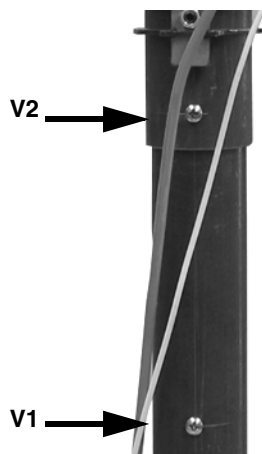

Рис. 15
- 1 Снять винты **V1** и **V2**, указанные на Рис. 15